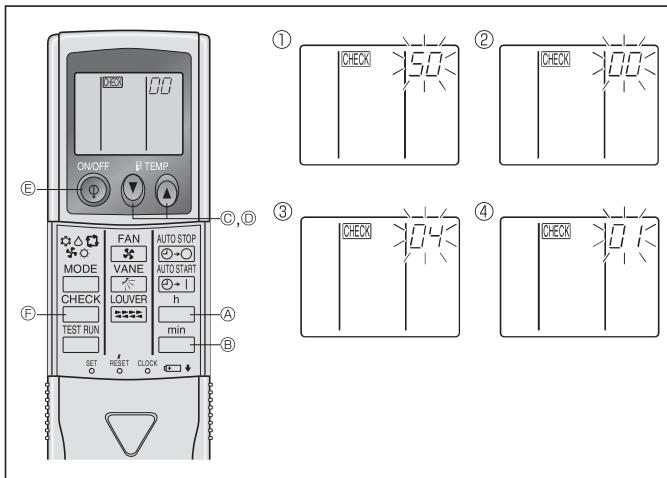

Fig. 6-10
⑧ กดปุ่ม MODE Ⓕ และใหม่และหมายเลขอุ่นใจที่ต้องค่า (I) และ (II) จะเปลี่ยนไปเพื่อให้ตั้งค่าและยืนยันการตั้งค่า
⑨ กดปุ่ม FILTER A และปุ่ม TEST RUN B ค้างไว้พร้อมกันอย่างน้อย 2 วินาที หน้าจอเลือกพังก์ชันจะหายไปครู่หนึ่ง สัญลักษณ์ปิดเครื่องปั้นอากาศ OFF จะแสดงขั้นตอนหน้าจอ
2) สำหรับรีโมทคอนโทรลรีสาย (Fig. 6-10)